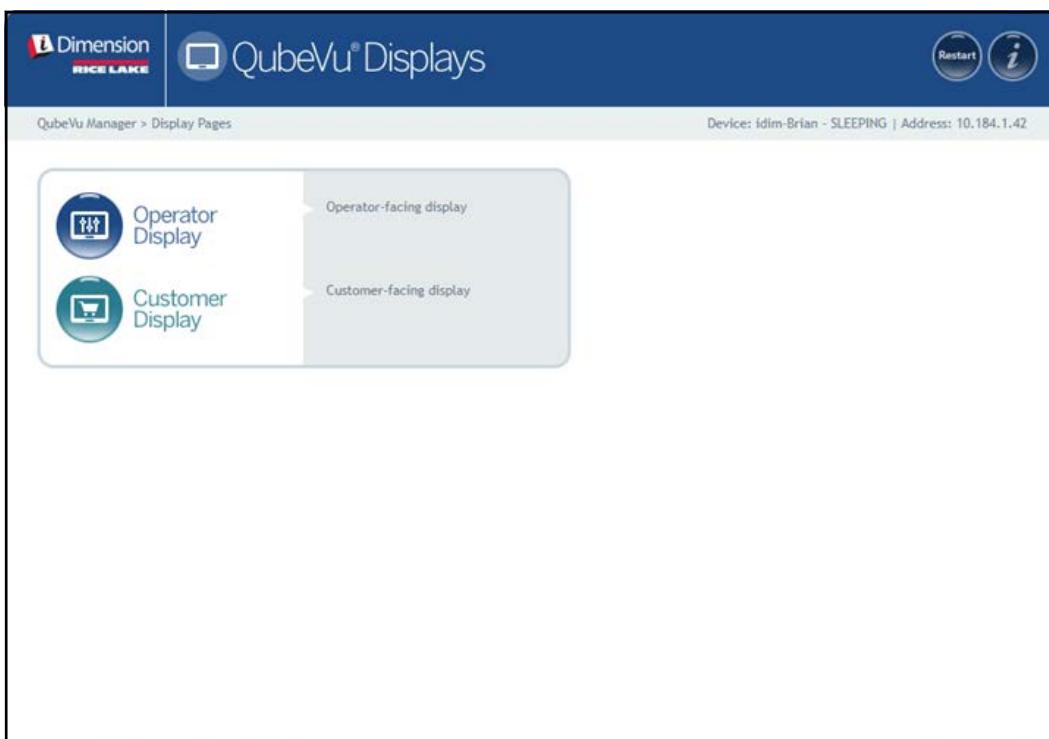

Figura 3-1. Menu Displays
- Selezionare  nel menu **Display Pages** (Pagine Display) (Figura 3-1 a pagina 17).